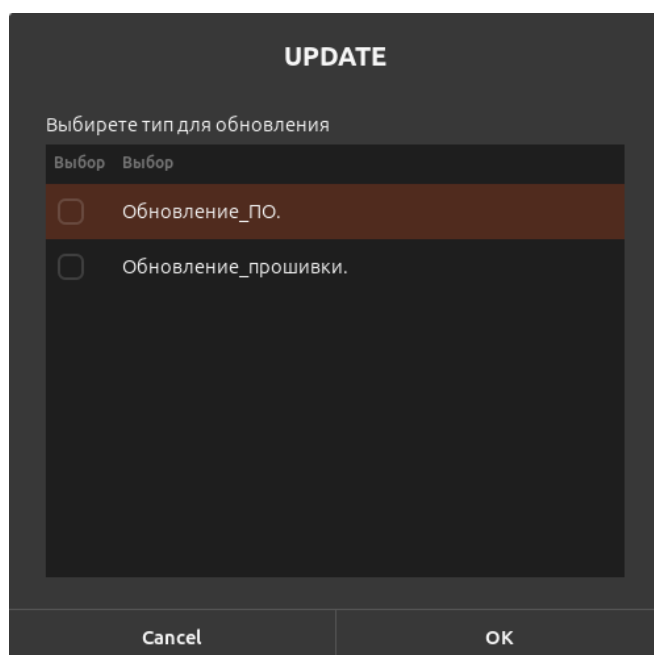

Рисунок II-28 – Окно «UPDATE»
4. Откроется окно «UPDATE» (см. Рисунок II-28).